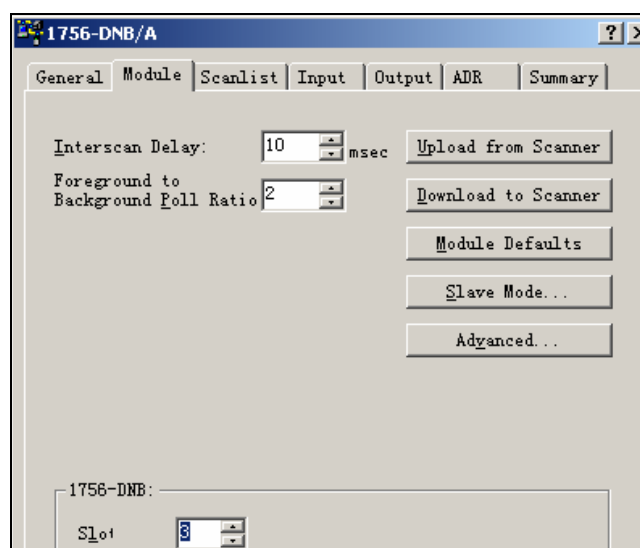

图 3-40 设置 1756-DNB 槽号
22. 组态扫描器 1756-DNB。主扫描器（1756-DNB）中扫描列表包含与网络上每个设备通讯所需信息。如果某个设备不存在于扫描列表中，处理器无法周期的向该设备发送信息。双击 1756-DNB，并单击 Module 选项卡。将 Slot（槽号）修改成 1756-DNB 当前所在槽号 3，如图 3-40 所示。